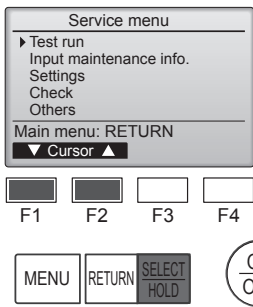

Fig. 8-1
- ① Dans le Menu SAV, sélectionnez "Test run" (Test fonctions) puis appuyez sur la touche [SELECT/HOLD] (SÉLECTION/EN ATTENTE). (Fig. 8-1)